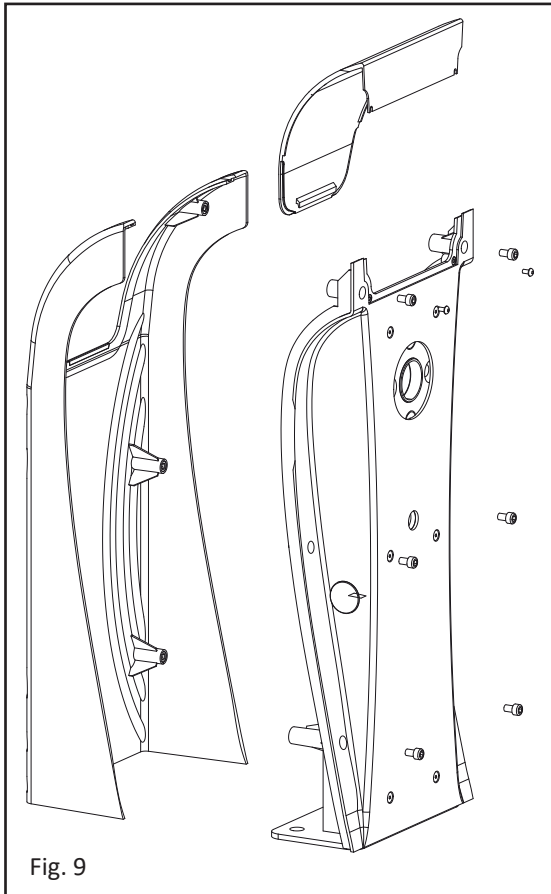

Fig. 9
Fig. 9 et 10
- 3.1.1 Désolidariser les capots de chaque pied en desserrant les 8 vis situées à l'arrière (fig 9).